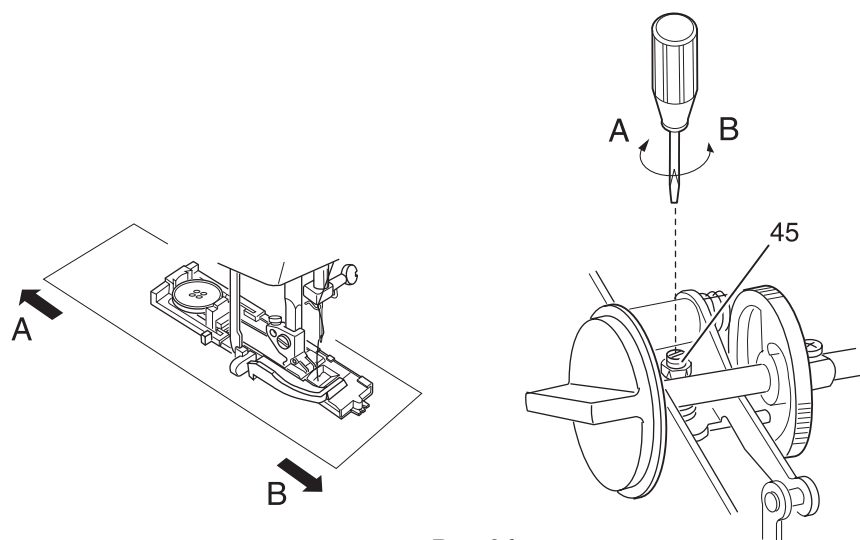

Рис. 36
- Если транспортер перемещает ткань вперед, в направлении стрелки “А”, то винт 45 следует слегка повернуть в направлении стрелки “В” (рис. 36).